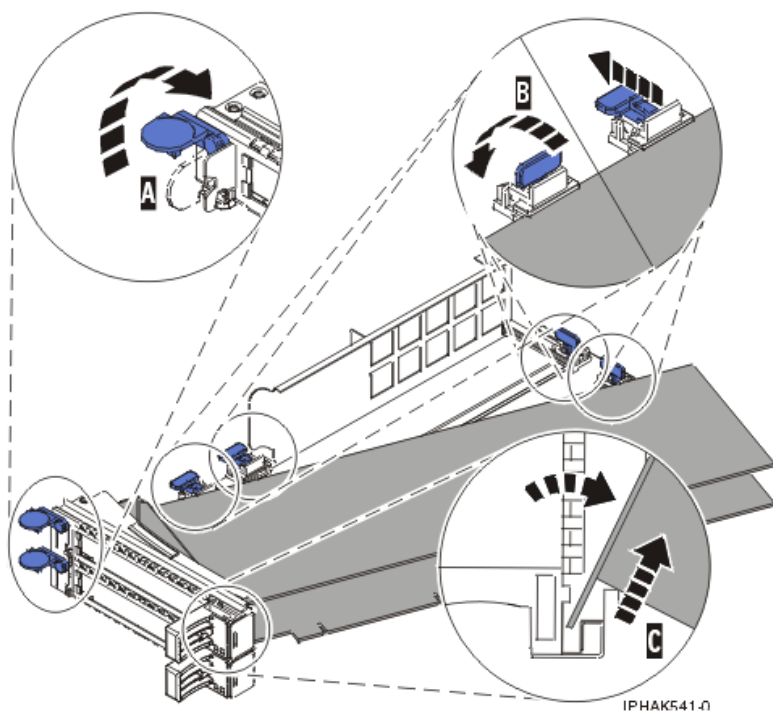

図 71. PCI アダプター・カセットから取り外されたアダプター
- d. ピボット・ピン (C) を回して外し、安全な場所に置く。
- a. 保持クリップ (A) を水平位置まで回転して、アダプター保持具をアンロックする。 84 ページの図 71を参照してください。